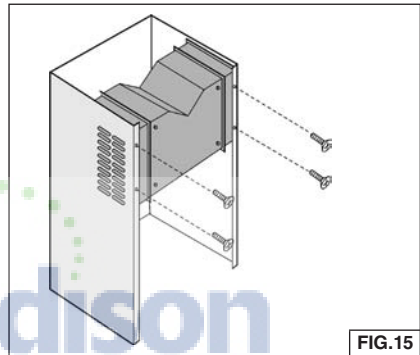

FIG.15
3. Instale la cámara de distribución en el conducto de humo decorativo superior con los (4) tornillos de 3.4 x 15 mm suministrados, tal como se muestra. Fig. 15.